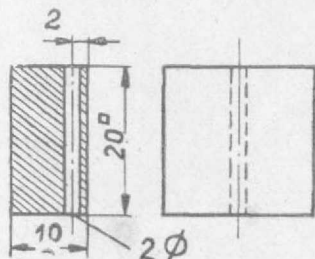

Abb. 3: Klötzchen für Faltenbalgen
und Kupplung wegnahm und das nun überstehende Wagenuntergestell entsprechend verkürzte. Desgleichen wurden von der Bremsausfreien Stirnseite des anderen Wagens Puffer und Kupplung entfernt. Nachdem diese Stirnseiten entsprechend Skizze (1) ausgeschnitten worden waren, wurde oberhalb dieses Ausschnittes an der Innenseite der Stirnwände je ein Balken aus Vierkantmaterial 4×4 , 20 mm lang, mittels 4 Schraubchen M1 angebracht, wodurch auch zugleich die beiden Stirnwandhälften zusammengehalten werden. Anstelle des Balkens kann man auch ein kleines Winkelprofil (z. B. $4 \times 4 \times 0,5$) und anstelle der Schraubchen kleine Nieten verwenden. In Skizze (2) ist links der Balken mit Schraubchen und rechts das Winkelprofil mit Nieten im Schnitt eingezeichnet. Der Balken bzw. der Winkel erhält die gleiche Lagerbohrung wie der Wagenboden für die Lagerstifte (Nagel!), die den Faltenbalgen halten sollen. Der Faltenbalgen selbst besteht aus 2 Holzklötzchen (Abb. 3) ($20 \times 20 \times 10$ mm) mit je einer Bohrung für den vorgenannten Lagerstift und dem eigentlichen Balgen aus schwarzem Kaliko*), der mit seinen Endlappen auf die Seitenflächen der Klötzchen geklebt ist. Bei der Montage kommen oben und unten zwischen Klötzchen und Lager je eine kleine Unterlegscheibe, die die freie Beweglichkeit der Balgenklötzchen gewährleisten sollen. Die Kupplung der beiden Wagen erfolgt durch einen Drahtbügel von 50 mm Länge, der so angebracht sein soll, daß seine Enden gleichen Abstand von den Achsen